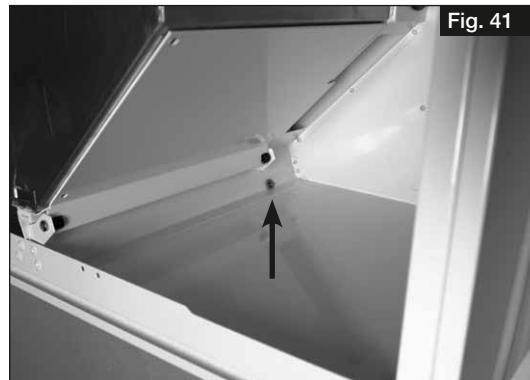
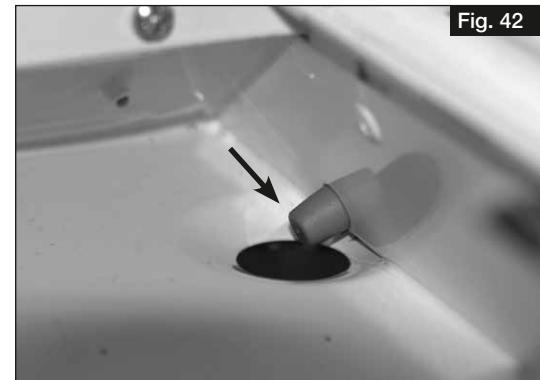

Fig. 41
Fig. 42
- ① Si la récupération de froid est activée, il faut retirer le bouchon situé sur la partie inférieure de l'appareil (voir Fig. 41 et Fig. 42) pour assurer l'évacuation des condensats (voir également le chapitre 4.3 „Montage du siphon à boule“, page 11).